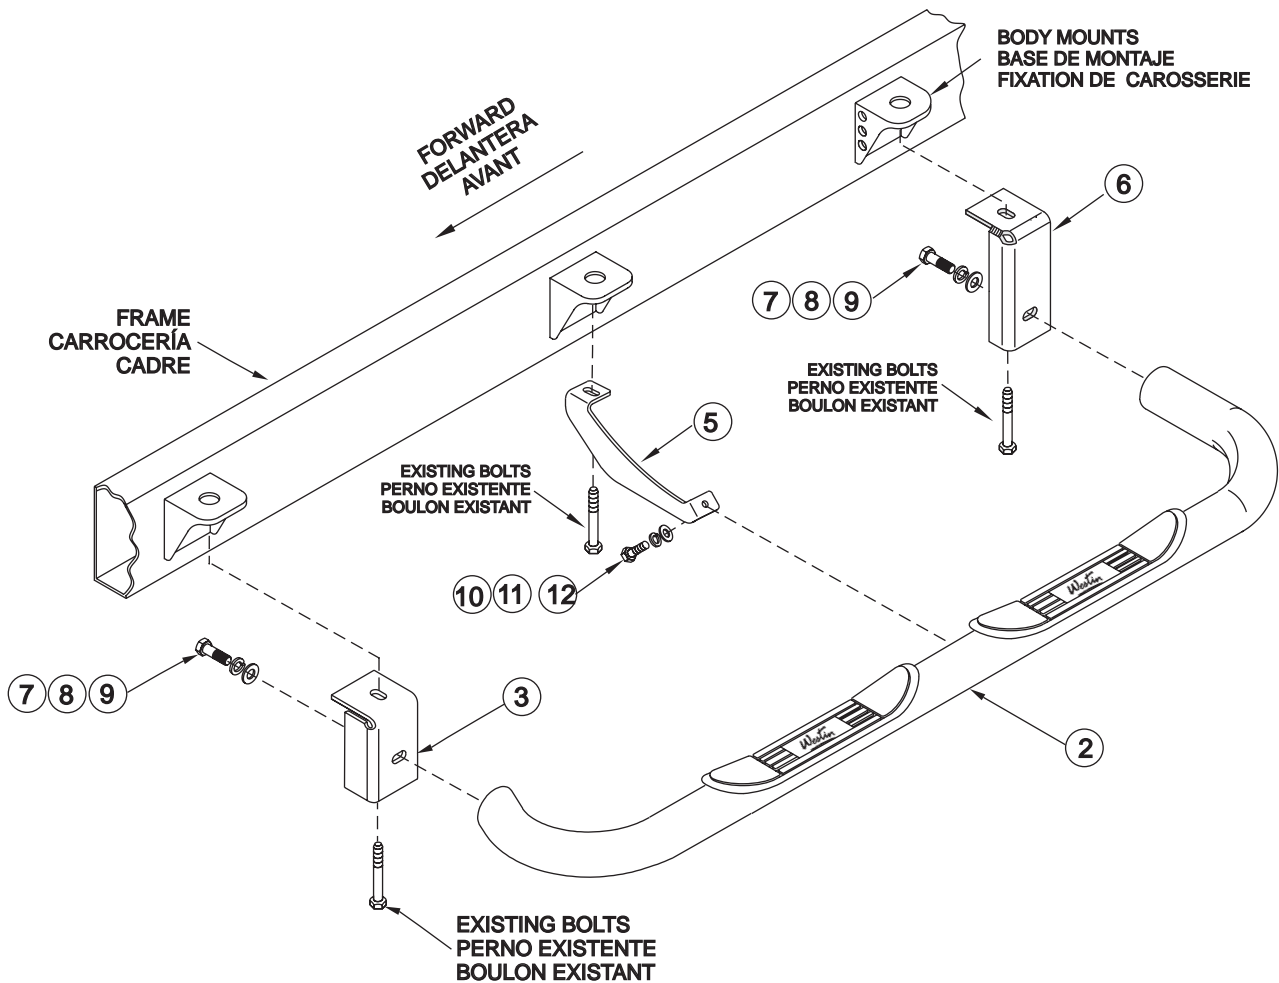

FIGURE 2 FIGURA 2 FIGURE 2
STEP 2. Remove driver side body mount bolts located under cab of vehicle. Attach front, center and rear brackets using factory bolts as shown. Leave loose. **NOTE:** Be sure to keep existing washer and rubber bushing in place. Refer to **FIGURE 2** for proper orientation of brackets.
- ETAPE 2. Retirez les boulons de fixation de carrosserie, côté conducteur, situés sous la cabine du véhicule. Installez les supports avant, de centre, et arrière à l'aide des boulons d'usine tel qu'illustré. Ne pas serrer. **REMARQUE :** Assurez-vous de garder en place la bague de caoutchouc et la rondelle existantes. Consultez la **FIGURE 2** pour l'orientation des supports.